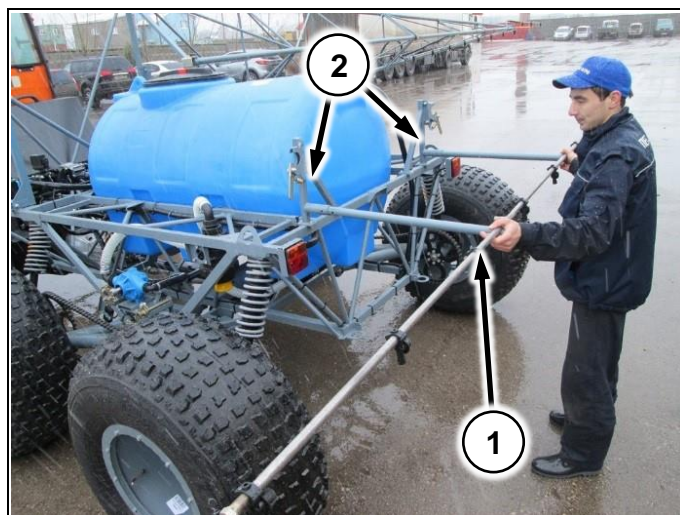

Рис. 68
6. Установить центральный коллектор (Рис. 68/1) в специальные кронштейны на раме (Рис. 68/2)